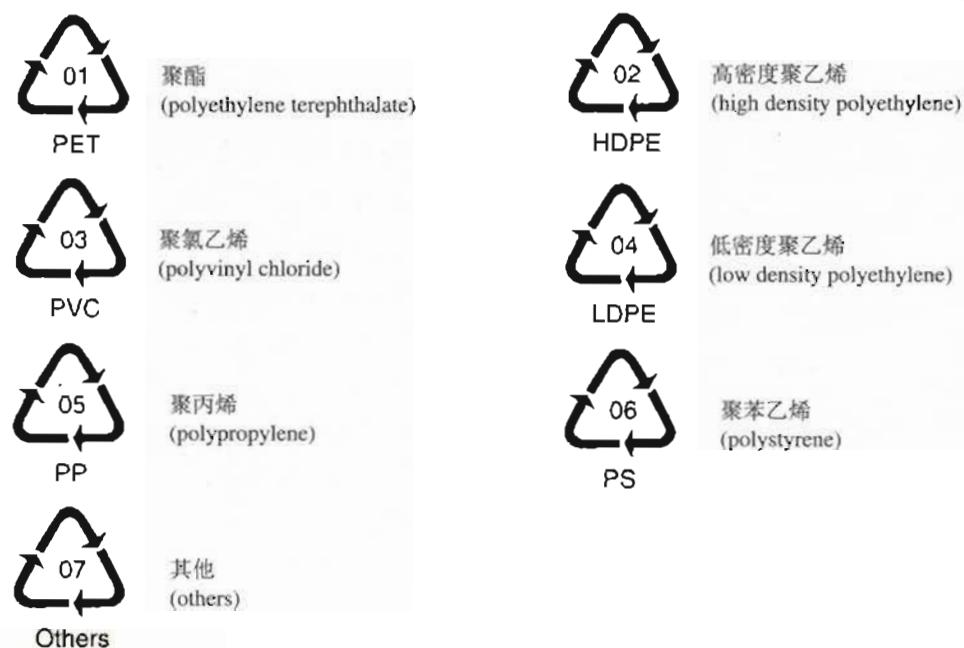

图 3-40 塑料包装制品回收标志
2. 现在提倡对塑料制品进行分类回收，结合图 3-40 讨论这样做有哪些好处？